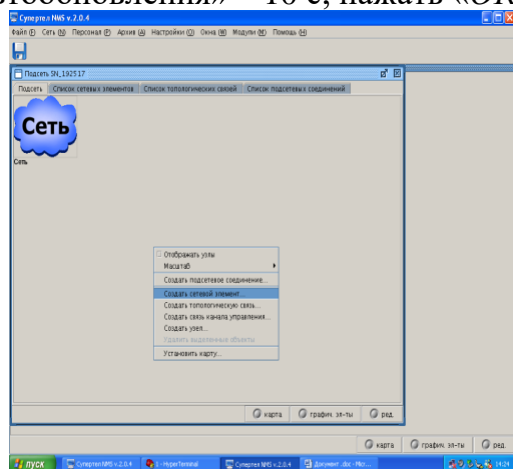

Рис. 18
4. Кликнуть правой кнопкой мыши, в контекстном меню выбрать «Создать сетевой элемент» (рис.18).